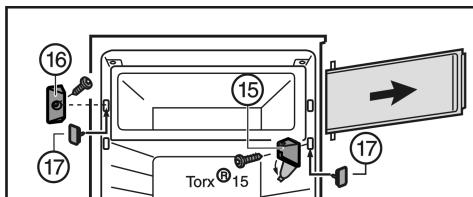

Fig. 7
- ▶ Zasukajte pokrov na ležajnem podstavku Fig. 7 (15).
- ▶ Odvijte ležajni podstavek Fig. 7 (15) z vrti predala.
- ▶ Odvijte zapiralo Fig. 7 (16).
- ▶ Nastale luknje zaprite s priloženimi čepi Fig. 7 (17).